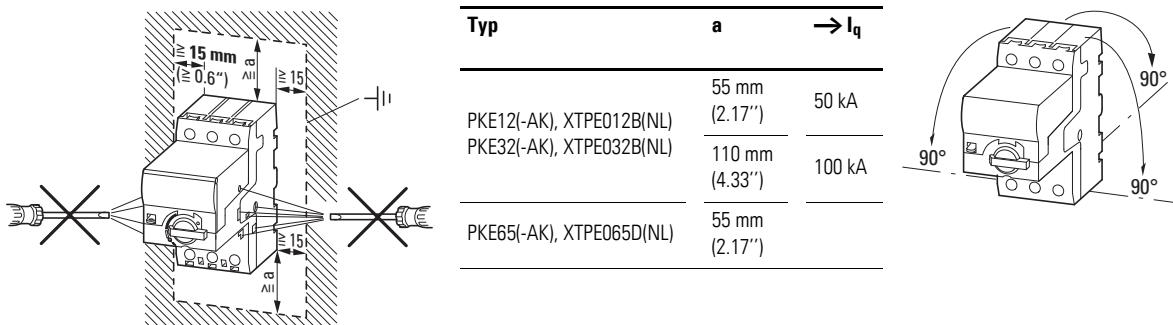

Abbildung 9: Zugelassene Einbaulage für Motorschutzschalter PKE
- Montieren Sie den Motorschutzschalter nur wie in Abbildung 9 dargestellt.